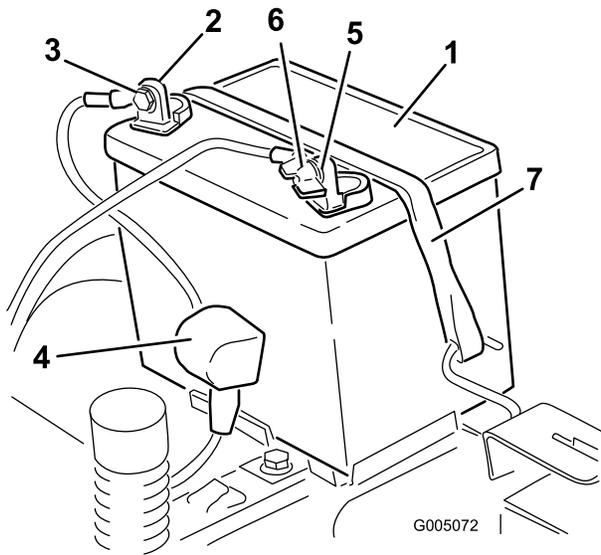

Figura 44
4. Desligue o cabo negativo (preto) do pólo da bateria (Figura 44). Guarde todos os parafusos e porcas.
5. Deslize a cobertura de borracha para cobrir o cabo positivo (vermelho). Desligue o cabo positivo (vermelho) do pólo da bateria (Figura 44). Guarde todos os parafusos e porcas.
- Retire o suporte da bateria (Figura 44) e levante a bateria para a retirar da respetiva plataforma.
- Posicione a bateria no tabuleiro (Figura 44).
- Prenda a bateria ao suporte (Figura 44).